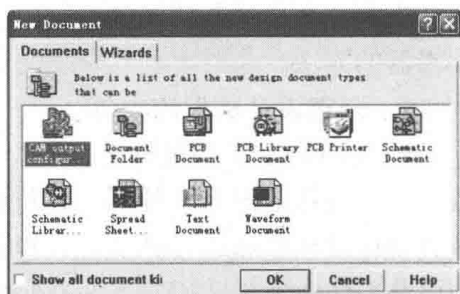

图 1-16 【新建文件】对话框
- [2] 执行菜单命令【File】/【New...】，打开【New Document】（新建文件）对话框，如图 1-16 所示。